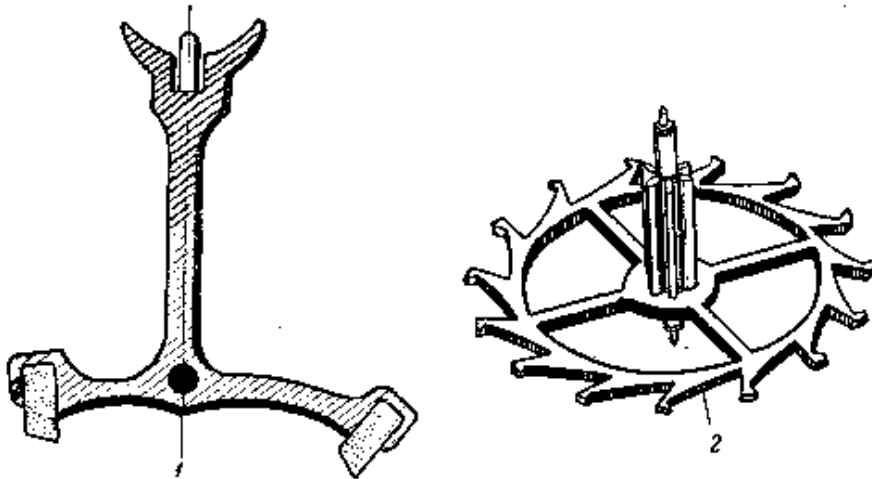

Рис. 3. Спусковой механизм: 1 — анкерная вилка с налетами; 2 — анкерное колесо
- 2) спусковой механизм или спуск (рис. 3) — анкерная вилка с налетами и анкерное колесо;